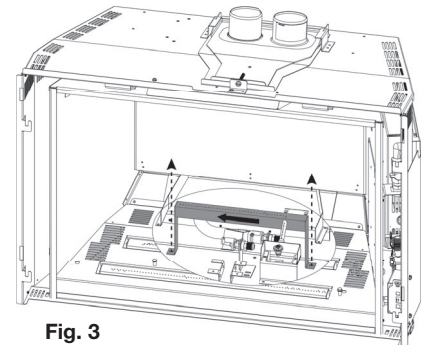

Fig. 3
- 4. Retirez les 2 vis servant à fixer le brûleur arrière en place. Glissez le brûleur arrière vers la gauche puis sortez (**Fig. 3**).